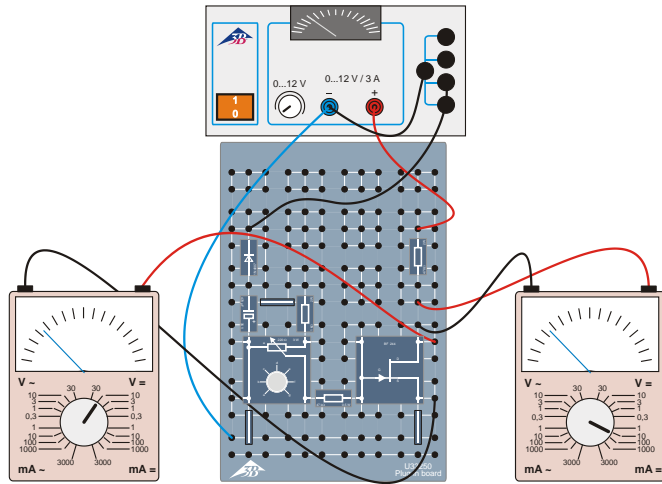

Fig. 4: Voltímetro entre Drain y Source.
- El voltímetro se conecta ahora entre Drain y Source, el polo positivo en Drain (Fig. 4).